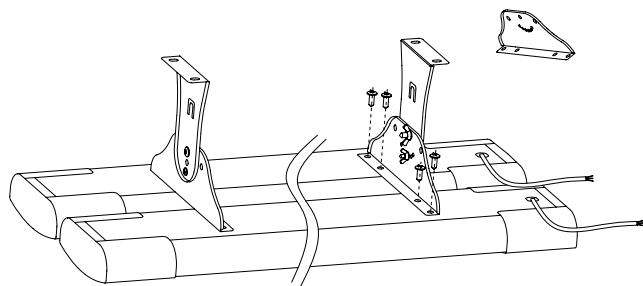

Рис.4
8. Схема установки крепёжного комплекта для монтажа 2 инфракрасных обогревателей указана на Рис. 4.